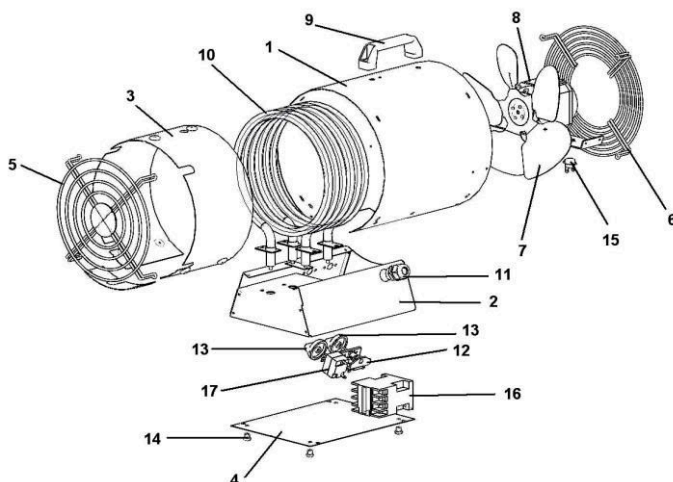

Рис. 1
Конструктивно тепловентилятор представляет собой металлический корпус, в котором размещены электродвигатель с крыльчаткой и электронагревательные элементы (далее ТЭНы). Переключатель 12 (рис.1) на четыре положения предназначен для установления режимов работы. Термостат 15 (рис.1) отключает ТЭНы в случае аварийного (ненормального) режима работы (перекрыто входное или выходное отверстие, перегрев вследствие остановки электродвигателя). Терморегулятор (капиллярный термостат) 17 (рис.1) в тепловентиляторе ТТ-6Т предназначен для автоматического поддержания температуры в помещении на заданном уровне. При достижении заданной температуры терморегулятор отключает нагревательный элемент, оставляя включенным вентилятор. При понижении температуры всасываемого воздуха на 3-5°C вновь включает нагрев.
Установить переключатель режимов работы (12) рис. 1 тепловентилятора положение «0» (отключено).
Переключатель режимов (12) рис.1 установить в выбранный режим.
Ручку капиллярного термостата (17) рис.1 повернуть против часовой стрелки до упора.
Переключатель режимов работы (12) рис. 1 установить в положение нагрева. В этом случае тепловентилятор работает в режиме вентилятора. Плавно поворачивать ручку капиллярного термостата (17) рис.1 по часовой стрелке до щелчка включения, который произойдет при совпадении установки капиллярного термостата с температурой окружающего воздуха. Повернуть ручку капиллярного термостата (17) рис. 1 по часовой стрелке еще на некоторый угол. Капиллярный термостат не имеет отградуированной шкалы по температуре и установка ручки на желаемую температуру в помещении уточняется (определяется) потребителем в процессе эксплуатации.
установить переключатель режимов работы (12) рис. 1 в режим вентилятора «1». В этом режиме крыльчатка будет вращаться, а ТЭНы будут отключены.
Установить переключатель режимов (12) рис. 1 в положение «0» – отключено. В случае длительного перерыва в работе тепловентилятора отсоединить питающий кабель от сети.
Термостат (15) рис.1 при ненормальном режиме работы тепловентилятора срабатывает и отключает ТЭНы.
охладить тепловентилятор до температуры окружающего воздуха; переключатель режимов работы (12) рис. 1 установить в положение «0» (отключено);
выяснить и устранить причину, вызвавшую срабатывание термовыключателя; переключатель режимов (12) рис. 1 установить в положение «1» (вентилятор) и по наличию воздушного потока убедиться во вращении крыльчатки. После этого можно включить нагрев.